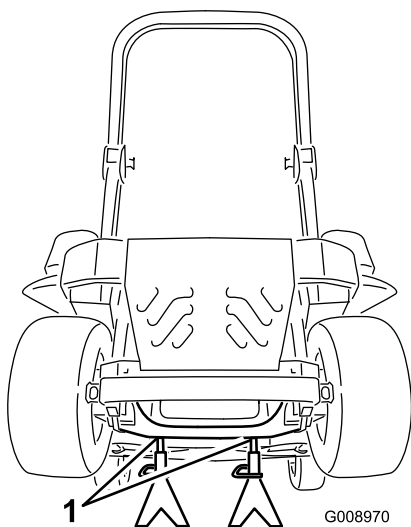

Figura 85
3. Levante la máquina y apóyela sobre soportes fijos (Figura 85).
9. Retire los soportes y baje la máquina (Figura 85).